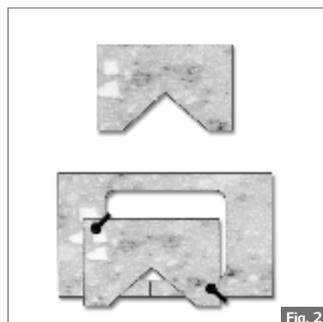

Fig. 2
5. Pour les gros dégâts, notamment les grandes fissures et les brûlures de cigarettes, utilisez un morceau triangulaire de HI-MACS®, de 9 à 12 mm, de la même épaisseur que l'ensemble. Faites un gabarit, tel qu'indiqué à la Fig. 2 et fixez le gabarit sur la surface autour de la zone abîmée. Usinez la section à l'aide d'une défonceuse manuelle portable. Avec le même gabarit, coupez une autre section dans une chute de la même couleur ou, de préférence dans une chute de la même plaque, pour éviter les différences de couleur.
6. Quand la température correcte est atteinte, sortir la pièce à usiner du four en utilisant des gants de protection thermique et la mettre immédiatement dans le moule. Fig. 2. Des moules mâles et femelles sont nécessaires. Laisser le matériau chauffé refroidir dans le moule.